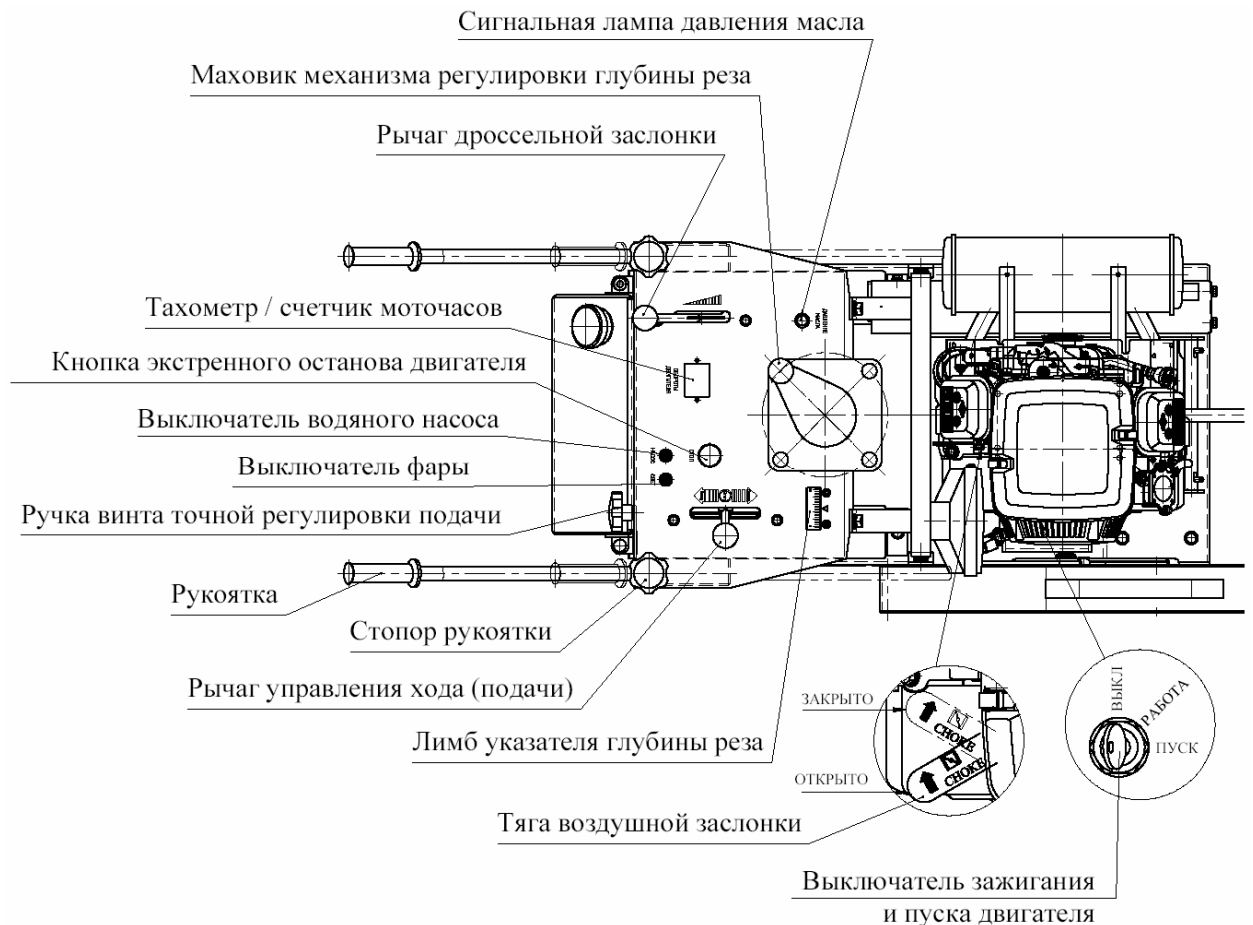

Рис. 9 Органы управления и сигнализации.
- Установите рукоятки в максимально выдвинутое положение (см. рис. 9). Зафиксируйте положение рукояток при помощи стопоров.
**Внимание! Вы всегда можете остановить резчик, нажав кнопку экстренного останова двигателя (см. рис. 9).**